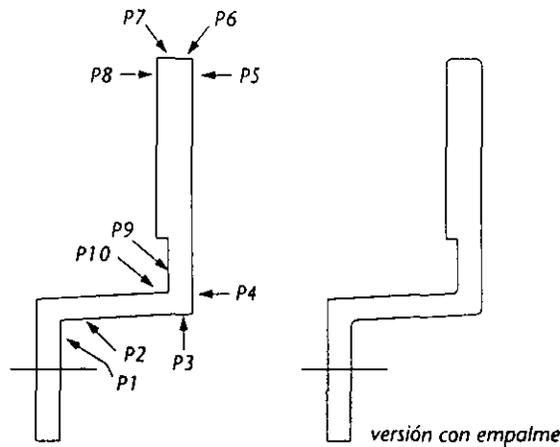

Figura 2-12. Empalme de las esquinas
2. Compruebe si su dibujo es similar al de la ilustración de la izquierda en la Figura 2-12.